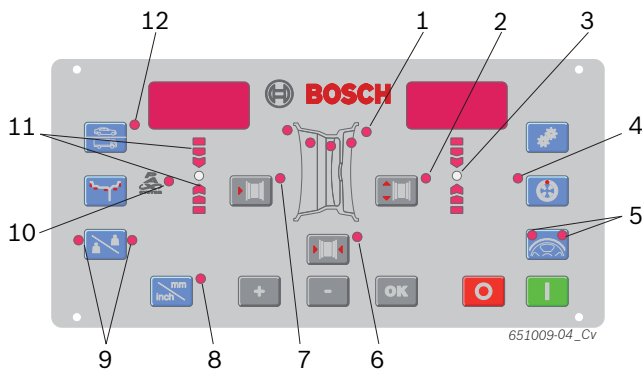

Fig. 4: LED en el campo de manejo/campo de visualización
- ➔ Mediante los LED (fig. 4, pos. 1) se indican las posiciones de los niveles de equilibrado para cada programa de equilibrado.
- ii Cuando se selecciona un programa de equilibrado PAX se ilumina adicionalmente el LED Pax (fig. 4, pos. 10).
2. Seleccionar la distancia de llanta determinada a través de la tecla <-> o <+> para la distancia de llanta (fig. 4, pos. 7).
4. Seleccionar la anchura de la llanta determinada a través de la tecla <-> o <+> para la anchura de la llanta (fig. 4, pos. 6).
6. Seleccionar el diámetro de la llanta determinado a través de la tecla <-> o <+> para el diámetro de la llanta (fig. 4, pos. 2).
- ⇒ Se iluminan ambos LED de la tecla <SPLIT> (fig. 4, pos. 5).